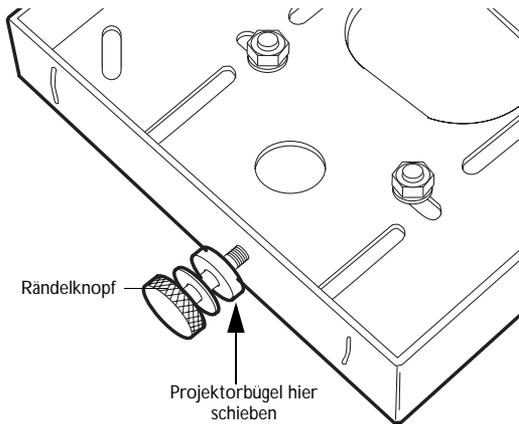

ABBILDUNG 4
- 3 Setzen Sie den Projektor und Befestigungsbügel zwischen die Rändelknopf und den Sockel in den Sockel ein (Abbildung 4). Schieben Sie den Projektorbügel nach vorne, bis sich die Rändelknopf vollständig in den vertikalen Schlitzen befinden und den Projektor tragen.